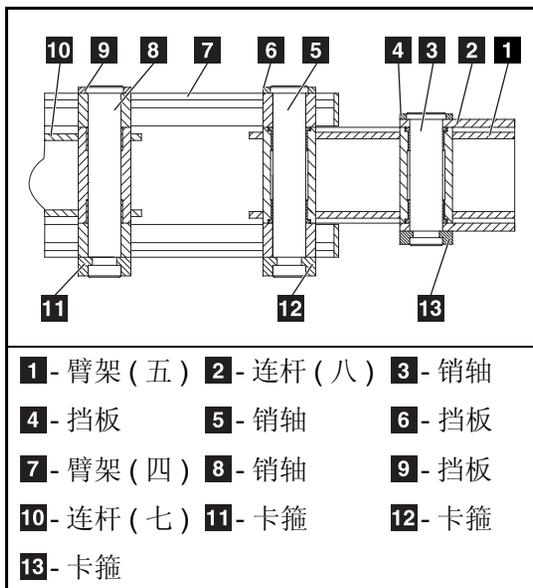

图 4-6(3) 臂架 (四)、臂架 (五)、
(c) 按图 4-6(3) 臂架 (四)、臂架 (五)、连杆 (七)、连杆 (八) 装配关系, 用扳手将卡箍螺钉松开, 将卡箍取下来; 在焊挡板那端用铜棒敲打销轴 5, 将销轴取出。拆下销轴 5 时, 臂架 (四)、臂架 (五) 分离开来。